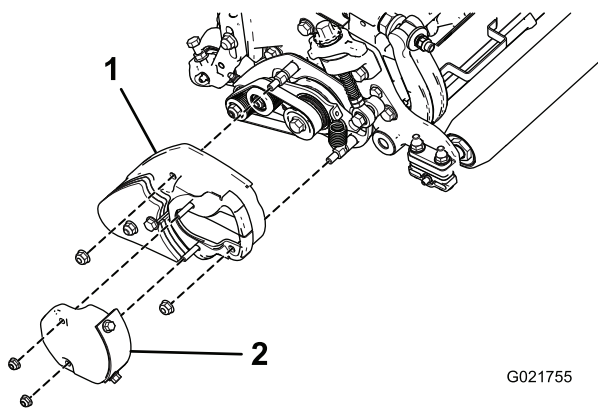

Figura 15
31. Rimuovete il pannello di accesso dal gruppo carter del groomer (Figura 15).
32. Montate il coperchio del groomer e fissatelo con le 2 dadi flangiati (5/16 poll.); fate riferimento a (Figura 15).
33. Montate il portello di accesso sul carter del groomer con i dispositivi di fermo tolti in precedenza (Figura 15).